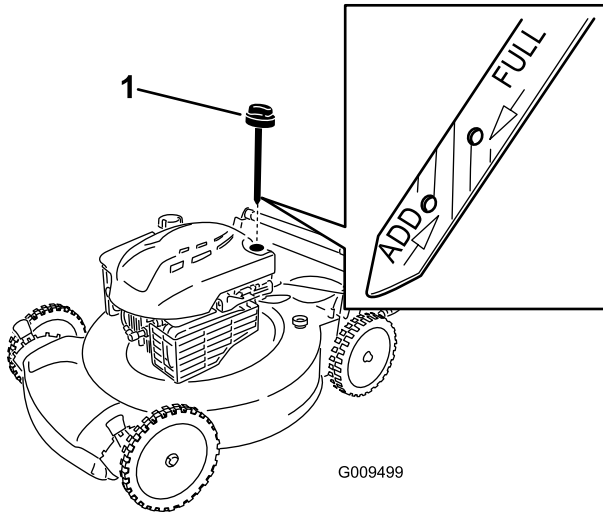

Рисунок 9
2. Извлеките измерительный щуп (Рисунок 9).
5. Выньте щуп и проверьте уровень масла по щупу, см. Рисунок 9.